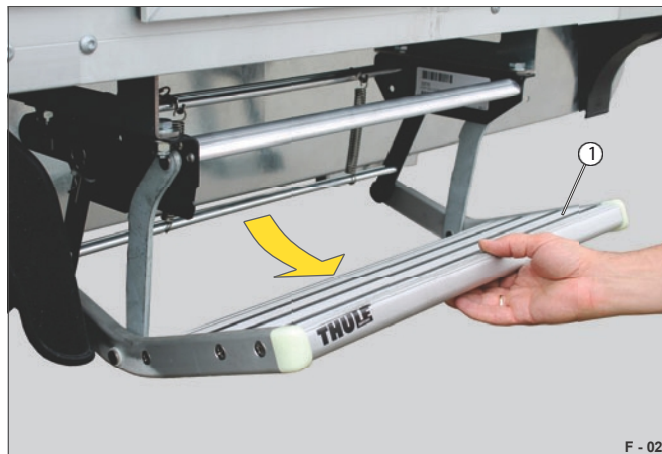

Fig. 19 Svinge ut stigtrinnet
- Trekk ut trinnet (fig. 19/1).